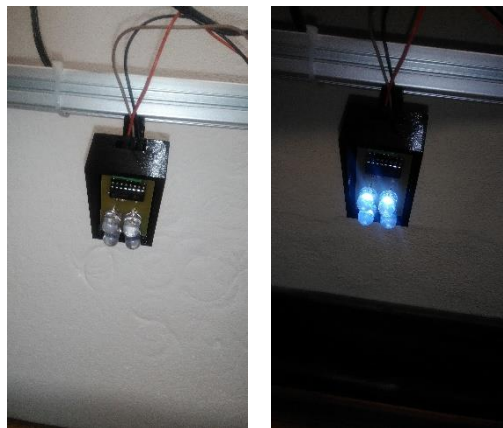

Figura 10: Aspeto do semáforo quando apagado (à esquerda), e quando aceso (à direita)
- a) O semáforo será implementado recorrendo a quatro LED (como se pode ver na Figura 10, à esquerda).
- b) O semáforo acenderá uma luz branca para sinalizar o arranque da prova (como se mostra na Figura 10, à direita).